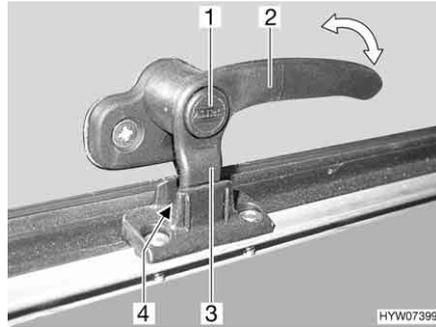
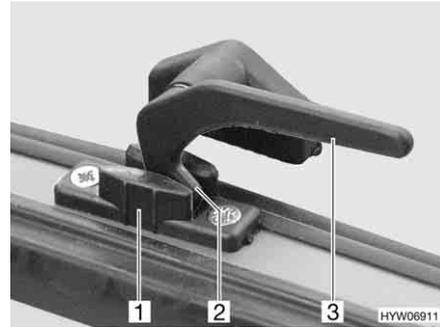

Fig. 69 Leva di serraggio con bottone di sicurezza in posizione "Aerazione continua"
Fig. 70 Leva di serraggio in posizione "Aerazione continua"
- In posizione di "Aerazione continua" (Fig. 69 e Fig. 70)
- Se presente, premere e tenere premuto il bottone di sicurezza (Fig. 69,1).
- Ruotare la leva di serraggio (Fig. 69,2 o Fig. 70,3) di un quarto di giro verso il centro della finestra.
- Girare nuovamente all'indietro la leva di serraggio. Riportare contemporaneamente il nasello di chiusura (Fig. 69,3 o Fig. 70,2) della leva di serraggio nella rientranza della chiusura della finestra (Fig. 69,4 o Fig. 70,1).
- Se presente, rilasciare il bottone di sicurezza (Fig. 69,1).